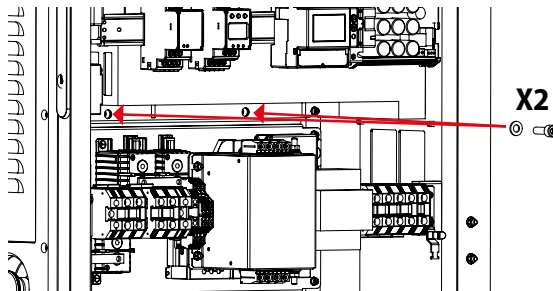

Imagen 10: tornillos de seguridad
- Fije el armario a la placa de montaje apretando la cantidad de dos tornillos de seguridad M8x25 con un par de apriete no superior a 5 Nm. Vea la imagen 10. La instalación de tales tornillos de seguridad es obligatoria tanto para evitar que la Wall Box se deslice accidentalmente fuera de la placa de montaje, en caso de que se produzca algún impacto accidental, como para garantizar el cumplimiento del grado de protección IP54.